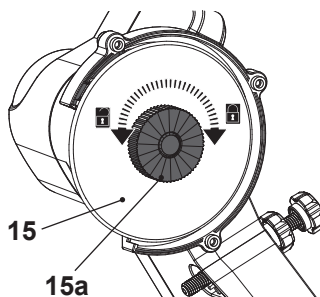

Fig. 9
1. Desaperte três parafusos da guarda (2) com uma chave de fendas de cabeça Philips adequada e retire a guarda.
2. Segurar cuidadosamente o disco de moagem (15) com uma mão enquanto afrouxa e retira a porca de bloqueio (15a) (Fig. 9).
3. Trocar o disco de moagem (15) por um novo.